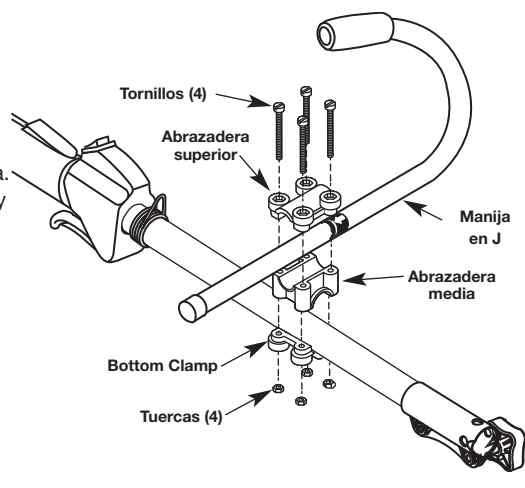

Fig. 1
- Coloque la manija en J entre la abrazadera superior y la abrazadera media (Fig. 1).
- Mientras sostiene las tres piezas juntas, instale los cuatro (4) tornillos a través de la abrazadera superior en la abrazadera media.